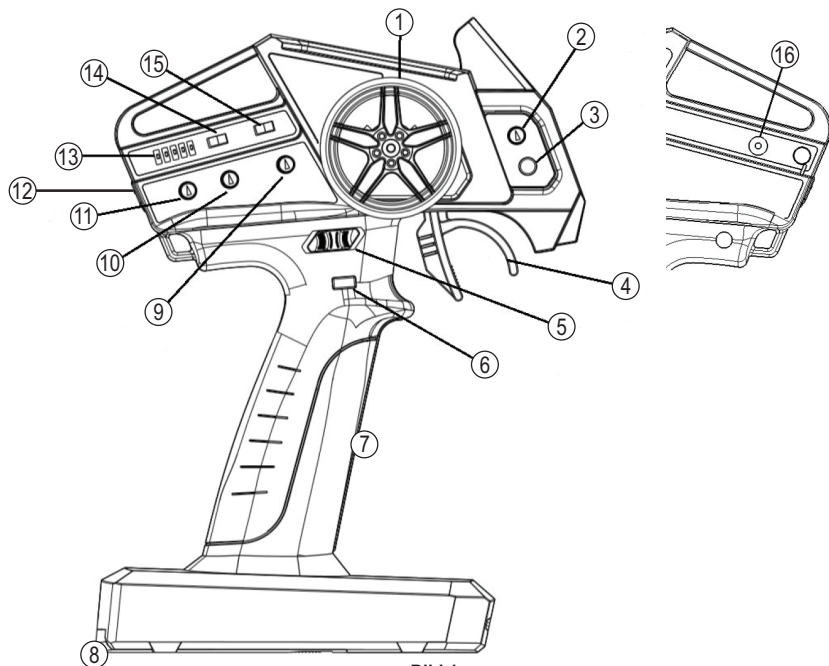

Bild 1
- Bewegen Sie den Ein-/Ausschalter (siehe Bild 1, Pos. 12) nach oben.
- Die LEDs (Bild 1, Pos. 13) zeigen den Batterie-/Akkuzustand an, je weniger LEDs leuchten, umso niedriger ist dieser:
Der Sender verfügt an der Seite über eine Ladebuchse (Bild 1, Pos. 16), über die eingelegte Akkus geladen werden können (Abmessungen/Polarität/Ladestrom siehe Kapitel „Technische Daten“).
Mit dem Steuerrad (Bild 1, Pos. 1) wird das am Empfänger-Kanal 1 angeschlossene Lenkservo gesteuert. Bei Drehung des Steuerrads nach links (gegen den Uhrzeigersinn) muss das Fahrzeug abhängig vom Drehwinkel nach links fahren; bei Drehung nach rechts (im Uhrzeigersinn) nach rechts.
- Drehregler „ST-TRIM“ (Bild 1, Pos. 9): Mittel-/Neutralstellung des Lenkservos (bzw. Geradeausfahrt des Fahrzeugs) einstellen, siehe Kapitel 10.7
- Drehregler „GYRO LV / ST-D/R“ (Bild 1, Pos. 11): Nur wenn der Gyro im Empfänger **ausgeschaltet** ist: Begrenzung des Maximalausschlags des Lenkservos, siehe Kapitel 10.8
- Reverse-Schalter „ST“ (Bild 1, Pos. 14): Richtungsumkehr für Lenkfunktion, siehe Kapitel 10.9
Mit dem Gashebel (Bild 1, Pos. 4) wird der am Empfänger-Kanal 2 angeschlossene Fahrtregler (bzw. ein Gas-Servo eines Verbrenner-Fahrzeugs) gesteuert.
- Drehregler „TH-TRIM“ (Bild 1, Pos. 2): Mittel-/Neutralstellung einstellen, siehe Kapitel 10.10
- Drehregler „TH-D/R“ (Bild 1, Pos. 10): Dualrate-Einstellung, siehe Kapitel 10.11
- Reverse-Schalter „TH“ (Bild 1, Pos. 15): Richtungsumkehr, siehe Kapitel 10.12
Sollte das Fahrzeug während dem Fahren die Tendenz aufweisen, nach links oder rechts zu ziehen, obwohl sich das Steuerrad in der Mittelstellung befindet, so stellen Sie am Sender mit dem Drehregler „ST-TRIM“ (siehe Bild 1, Pos. 9) die Trimmung für die Lenkung entsprechend ein.
Während dem Verstellen zeigt eine der LEDs (Bild 1, Pos. 13) die Trimmposition an; nach ca. 5 Sekunden ohne Bewegung des Drehreglers wechselt die LED-Anzeige wieder zurück zum Batterie-/Akkuzustand.
Der Drehregler „GYRO LV / ST-D/R“ (Bild 1, Pos. 11) hat zwei verschiedene Funktionen, je nachdem, ob der Gyro im Empfänger eingeschaltet oder ausgeschaltet ist.
Mit dem Drehregler „GYRO LV / ST-D/R“ (Bild 1, Pos. 11) kann die Gyro-Empfindlichkeit verändert werden. Eine ausführliche Beschreibung finden Sie in Kapitel 11.
Mit dem Drehregler „GYRO LV / ST-D/R“ (Bild 1, Pos. 11) lässt sich der maximale Lenkwinkel begrenzen, wodurch sich das Fahrzeug bei schneller Fahrt besser steuern lässt, da es feinfühlicher reagiert.
Während dem Verstellen zeigt eine der LEDs (Bild 1, Pos. 13) die Einstellung an; nach ca. 5 Sekunden ohne Bewegung des Drehreglers wechselt die LED-Anzeige wieder zurück zum Batterie-/Akkuzustand.
Mit dem Schiebeschalter „ST“ (Bild 1, Pos. 14) kann die Bewegungsrichtung des Lenkservos umgekehrt werden (z.B. wenn Sie den Sender mit der rechten Hand festhalten und mit der linken Hand steuern).
Falls das Fahrzeug nicht stehen bleibt, wenn Sie den Gashebel loslassen (Mittel-/Neutralstellung) so stellen Sie am Sender mit dem Drehregler „TH-TRIM“ (Bild 1, Pos. 2) die Trimmung für die Fahrfunktion entsprechend ein.
Während dem Verstellen zeigt eine der LEDs (Bild 1, Pos. 13) die Trimmposition an; nach 5 Sekunden ohne Bewegung des Drehreglers wechselt die LED-Anzeige wieder zurück zum Batterie-/ Akkuzustand.